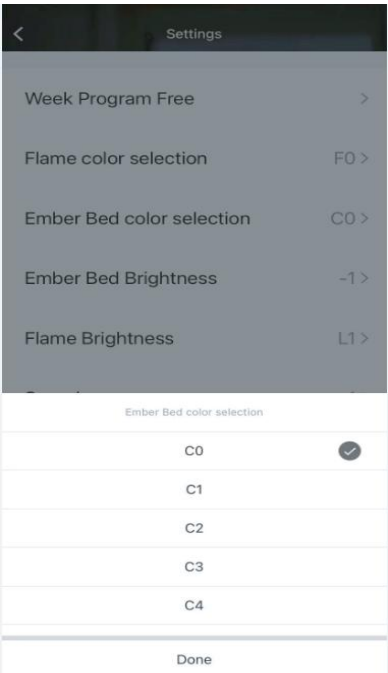

Imagen 12
7. Abre la selección de color de las brasas, puedes elegir entre un total de 9 colores (C0~C9), como se muestra en la imagen 12.